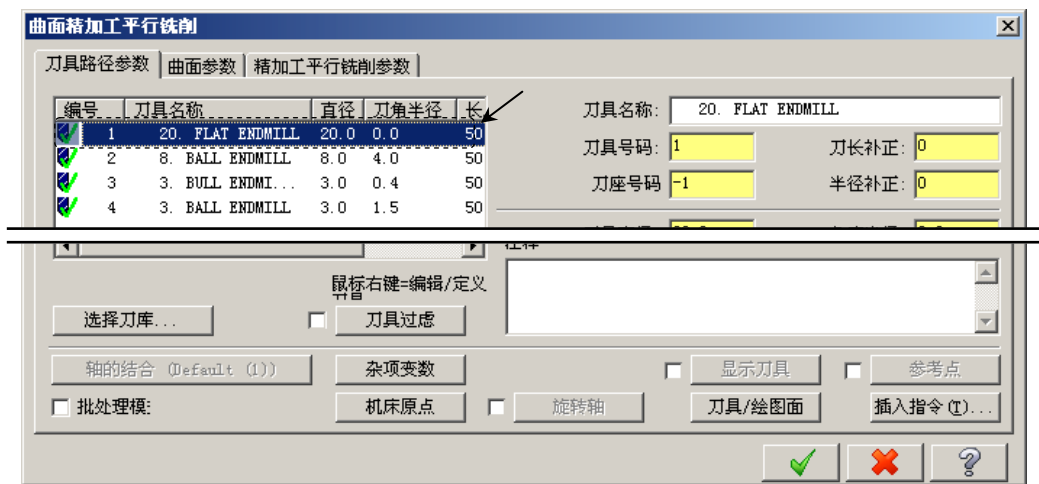

图 21.28 “刀具路径参数”选项卡
Step3. 选择刀具。在“曲面精加工平行铣削”对话框中，取消选中 **刀具过虑** 复选框，然后选择图 21.28 所示的刀具。
(1) 设置曲面参数。在“曲面精加工平行铣削”对话框中单击 **曲面参数** 选项卡，所有参数接受系统默认设置值。
(2) 设置精加工平行铣削参数。在“曲面精加工平行铣削”对话框中单击 **精加工平行铣削参数** 选项卡。然后在 **大切屑间距 (M)** 文本框中输入值 10.0，其他参数接受系统默认设置值。
(3) 单击 **间隙设置 (G)...** 按钮，在系统弹出的“刀具路径的间隙设置”对话框中选中